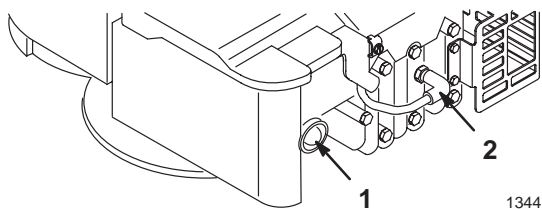

Figure 7
1. Branchez la bougie (Fig. 7).
2. Appuyez sur l'amorceur à 3 reprises, en marquant une pause d'une seconde chaque fois (Fig. 7).
1. Débranchez la bougie (Fig. 7).